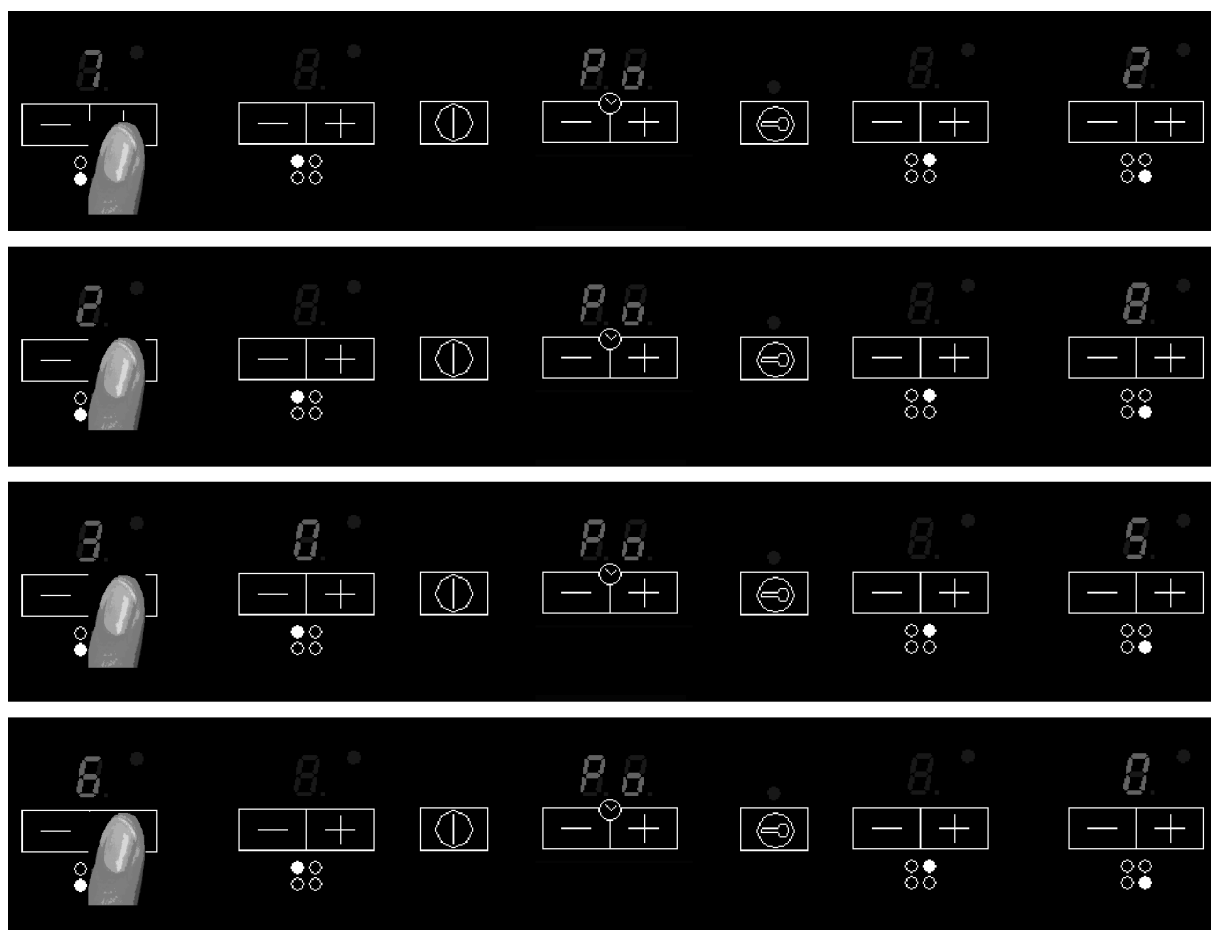

Рис. 16
- Если выбрано значение 7200 Вт, при нажатии кнопки $+$ или $-$ установится значение 2800 Вт (рис. 16).